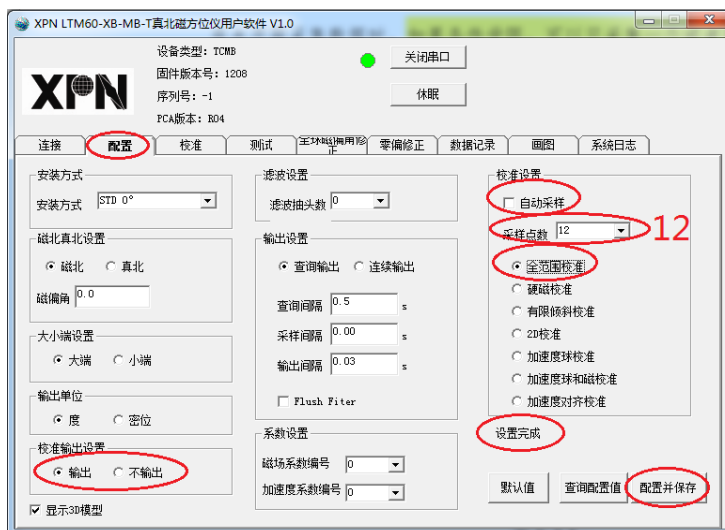

图 5-3-1
(1) 在配置界面按照下图 5-3-1 所示配置，并点击“配置并保存”按钮保存。保存成功后界面显示：设置完成。